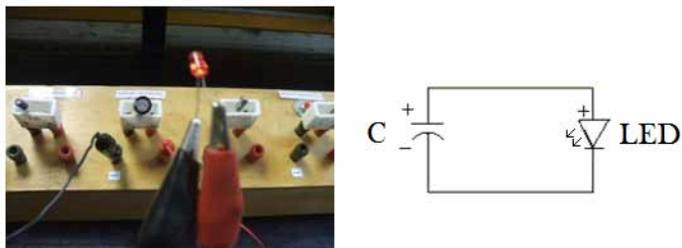

Figura 2.11 Desenergización de un capacitor con LED
- j) Repita el inciso h), pero ahora conecte un LED (diodo emisor de luz) a las terminales del capacitor, cuidando su polaridad, como se indica en la figura 2.11 y observe lo que sucede.